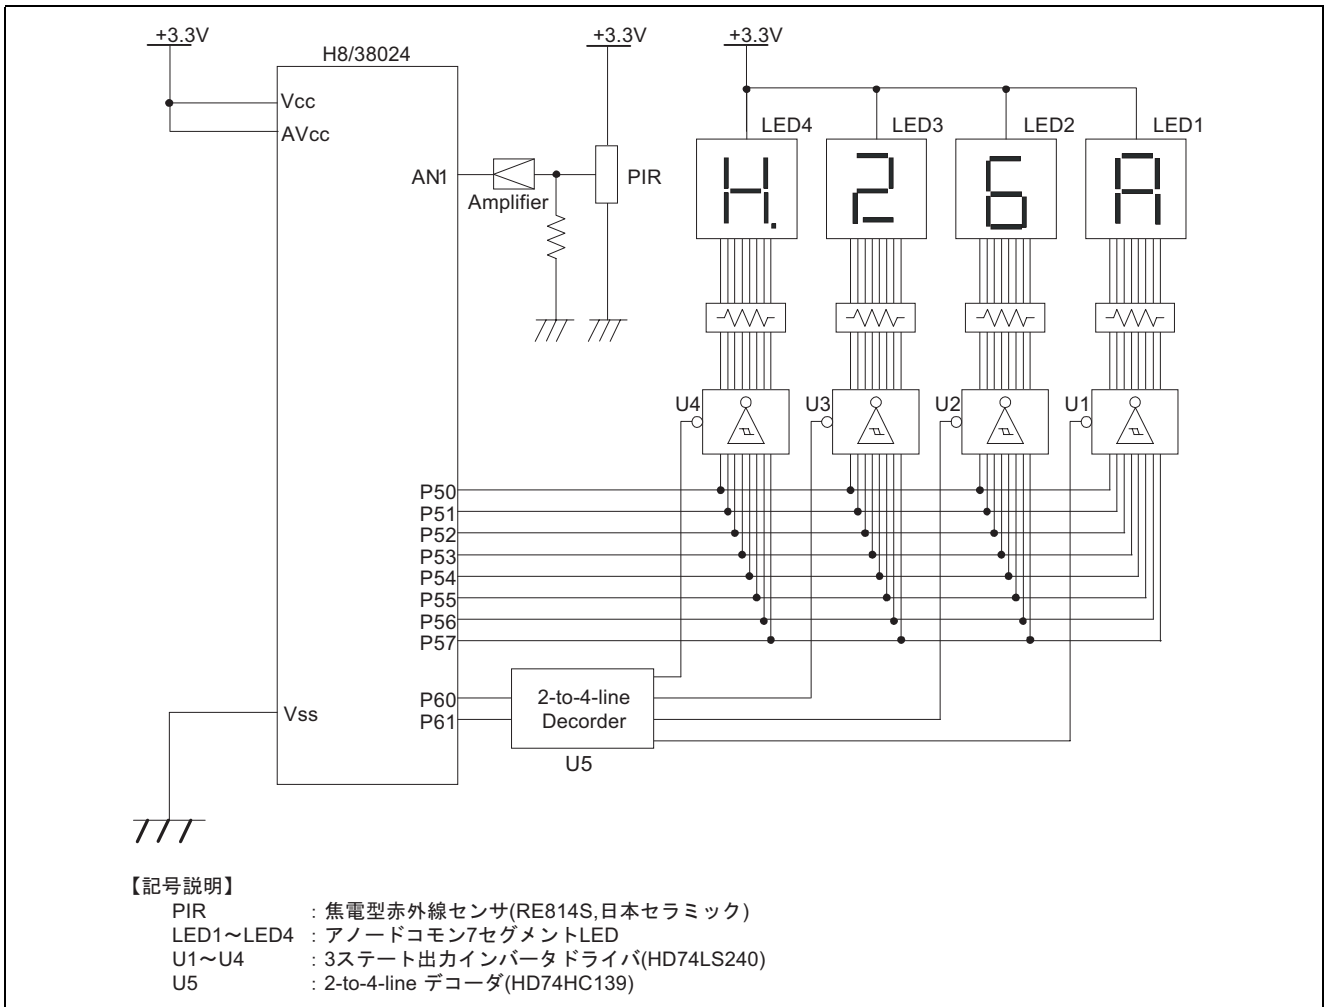

図 1 ハードウェア構成
- (1) 図 1 に焦電型赤外線センサ接続例のハードウェア構成を示します。図 1 に示すように、センサをアナログ入力端子 1 (AN1 端子) に接続します。
- (2) AN1 端子の A/D 変換を行い、A/D 変換結果を I/O ポートに接続された 7 セグメント LED に表示します。
- (3) 7 セグメント LED 表示は、A/D 変換結果の 10 ビットデータを 16 進数表示の H'000 ~ H'3FF で表示します。
- (4) A/D 変換は、0.5s 毎に行います。